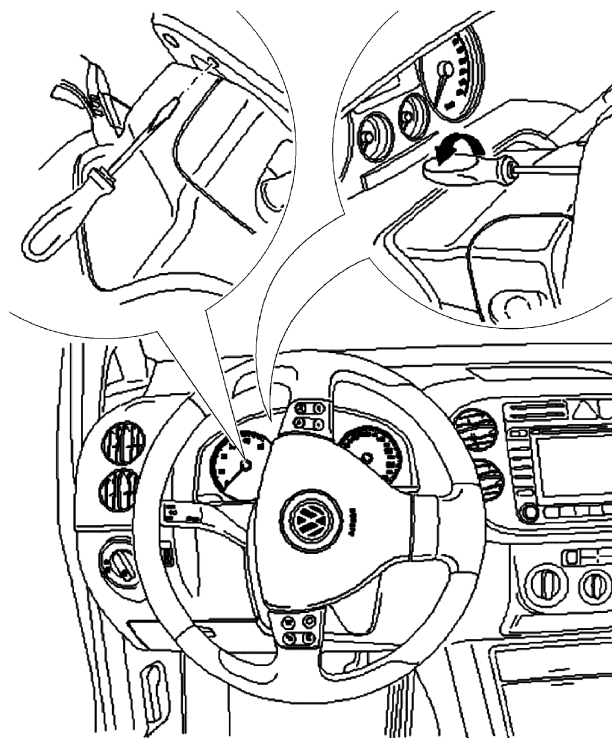

图 12-11 拆卸方向盘安全气囊单元
- ① 断开车辆蓄电池连接。
- ② 将方向盘调到最高位置。
- ③ 将方向盘往乘客舱拉到极限位置。
- ④ 将方向盘转到图 12-11 所示的位置。
- ⑤ 将螺钉旋具插入方向盘背面的孔中将其固定(约 8mm)。
⑥ 朝驾驶人车门方向(箭头)转动螺钉旋具, 松开右侧安全气囊单元的固定卡扣。
⑦ 转动方向盘 180° , 用相同的方法松开方向盘左侧安全气囊单元的固定卡扣。
⑧ 将方向盘旋转 90° 回到中间位置, 并从方向盘上拆下安全气囊单元, 如图 12-11 所示。